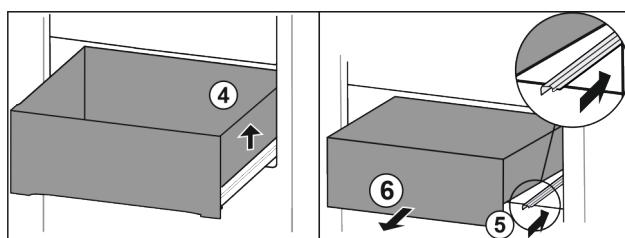

Fig. 93
- Приподнимите выдвижной ящик справа. Fig. 93 (4)
- Вставьте правую направляющую. Fig. 93 (5)
- Извлеките выдвижной ящик движением вперед. Fig. 93 (6)